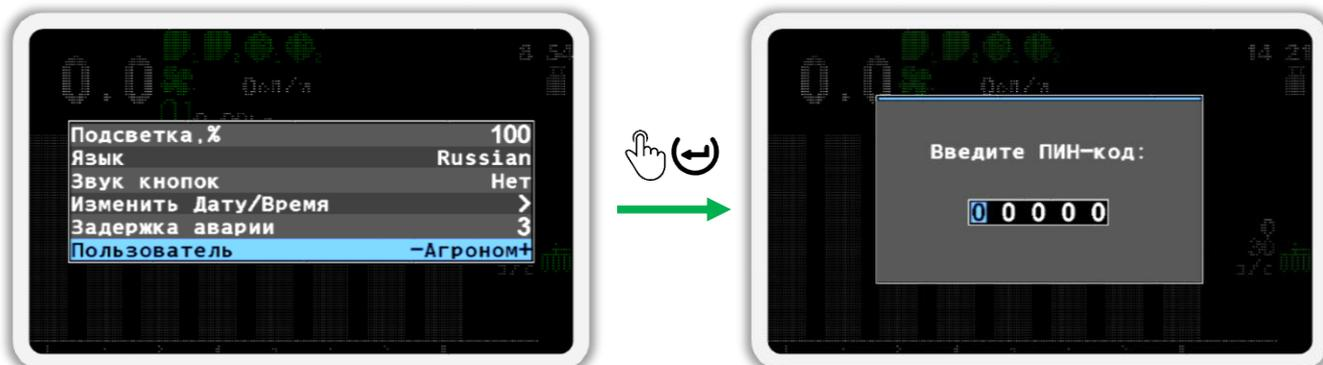

Рисунок 27
3. Теперь выберите пользователя «Агроном» (см. Рисунок 27 слева). Для этого используйте кнопки  «Плюс» и  «Минус».
5. В появившемся окне (см. Рисунок 27 справа) введите ПИН-код «88888». Цифра, значение которой можно изменять, отображается черным цветом на синем фоне. Для изменения её значения